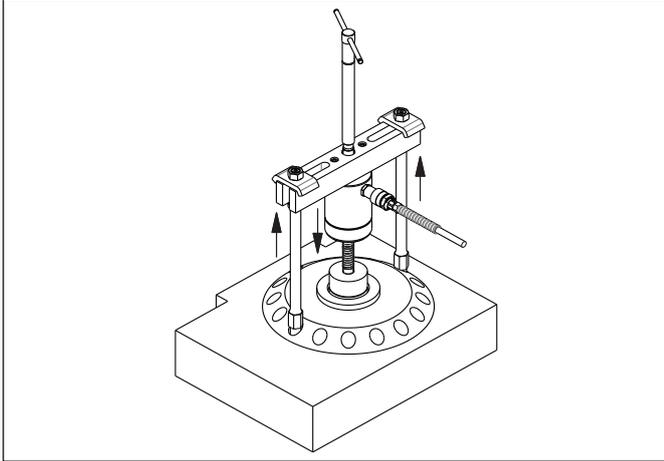

Figura 11, Estrattore a tiranti (tipico)
L'estrattore a tiranti può essere utilizzato da solo agganciando i tiranti direttamente al particolare da estrarre (vedere Figura 11). In questo caso, i tiranti dell'estrattore devono essere avvitati direttamente nel particolare da estrarre (fare riferimento alla sezione 11.7 per le specifiche sulla filettatura). In alternativa, è possibile utilizzare l'estrattore a tiranti in combinazione con l'attacco morsetto per esterni (vedere sezione 7.5) o con il morsetto per interni (vedere sezione 7.6).
- Installare l'estrattore sul cuscinetto, sulla puleggia o su qualsiasi altro particolare da rimuovere. Allineare i tiranti dell'estrattore. Vedere Figura 11.